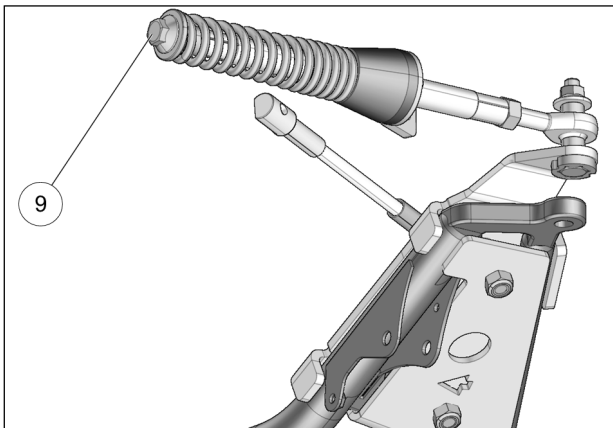

Fig. 22
15. Vérifier que le boulon du ressort (6) est serré au couple recommandé : 75 N•m [55 lb•pi]. Fig. 22